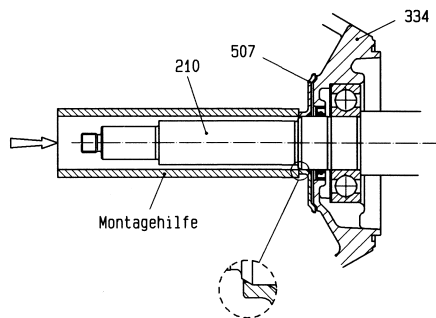

Bild 14
- Beim Zusammenschrauben von Lagerträger (330) mit Lagerträgerlaterne (344) und von Lagerträgerlaterne (344) mit Spiralgehäuse (102V), darauf achten, dass die Schrauben in Umfangsrichtung gesehen mittig in den Durchgangslöchern sitzen. Andernfalls kommt es zu einer Schrägstellung des Lagerträgers (330) gegenüber dem Spiralgehäuse (102V), wodurch die exakte Einstellung des Ölstandes beeinträchtigt wird.
- Spritzring (507) so weit auf Welle (210) schieben, bis er axial am Wellenbund anliegt. Zwischen Spritzring (507) und Lagerträgerlaterne (344) muss ein Spalt von mindestens 0,7 mm verbleiben.
- Eventuell Rohr als Montagehilfe verwenden (siehe Bild 14).